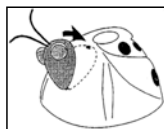

Abb. 2
2. **Installation des Kopfstücks** - Die untere Befestigungslasche in die dafür am Reinigergehäuse vorgesehene Öffnung einführen. Dann das Oberteil des Kopfstücks drehen und an den Nocken mit der oberen Öffnung am Gehäuse ausrichten. Stark drücken, bis das Kopfstück einwandfrei in seiner endgültigen Stellung einschnappt (Siehe Abb. 2).